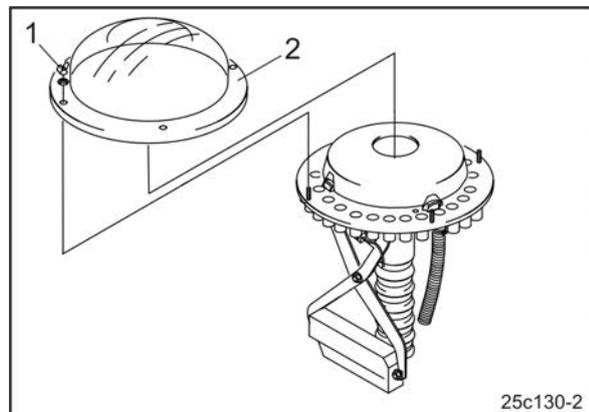

Fig. 129
4. Flügelmuttern (Fig. 129/1) lösen und die durchsichtige Kunststoffkappe (Fig. 129/2) vom Verteilerkopf abziehen.
6. Kunststoffkappe (Fig. 129/2) montieren.
7. Kunststoffkappe mit Flügelmuttern (Fig. 129/1) befestigen.